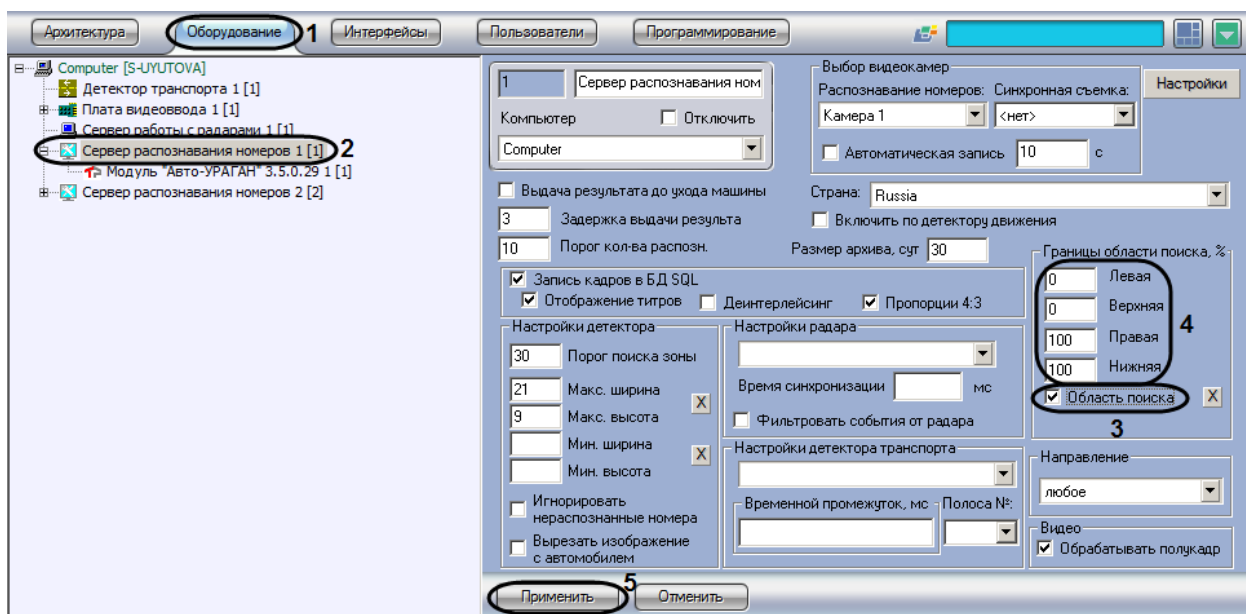

Рис. 7.2—22. Указание границ зоны поиска номерного знака
1. В диалоговом окне «Настройка системы» перейти на вкладку «Оборудование» (Рис. 7.2—22, 1).
2. В дереве объектов на вкладке «Оборудование» выбрать объект «Сервер распознавания номеров», соответствующий активированному программному модулю «Авто-УРАГАН 3.5.0.29», «CARMEN-паркинг», «CARMEN-Авто», «ACCR» или «VIT» (см. раздел «Активация программного модуля, используемого для распознавания номеров», Рис. 7.2—22, 2). В правой части вкладки «Оборудование» отобразится панель настройки выбранного объекта.
3. Установить флажок «Область поиска» для активации функции указания границы зоны поиска номерного знака транспортного средства в кадре видеоизображения (см. Рис. 7.2—22, 3).
4. В полях «Левая», «Верхняя», «Правая», «Нижняя» задать значения границ зоны поиска номерного знака транспортного средства в кадре видеоизображения (см. Рис. 7.2—22, 4). Значения в полях «Левая», «Верхняя», «Правая», «Нижняя» выражаются в процентах относительно размеров окна видеонаблюдения.